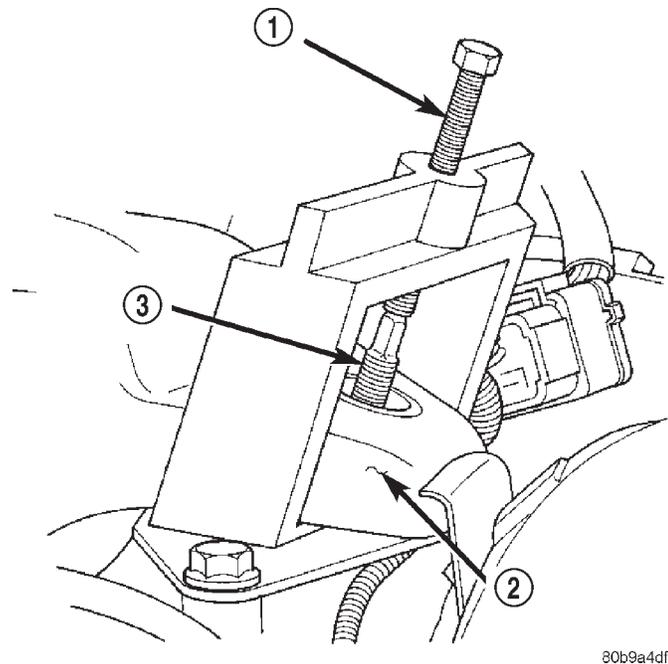

Abb. 9 Kugelgelenk herausziehen
(5) Kugelgelenk mit Abzieher 8278 aus dem Längslenker herausziehen (Abb. 9).